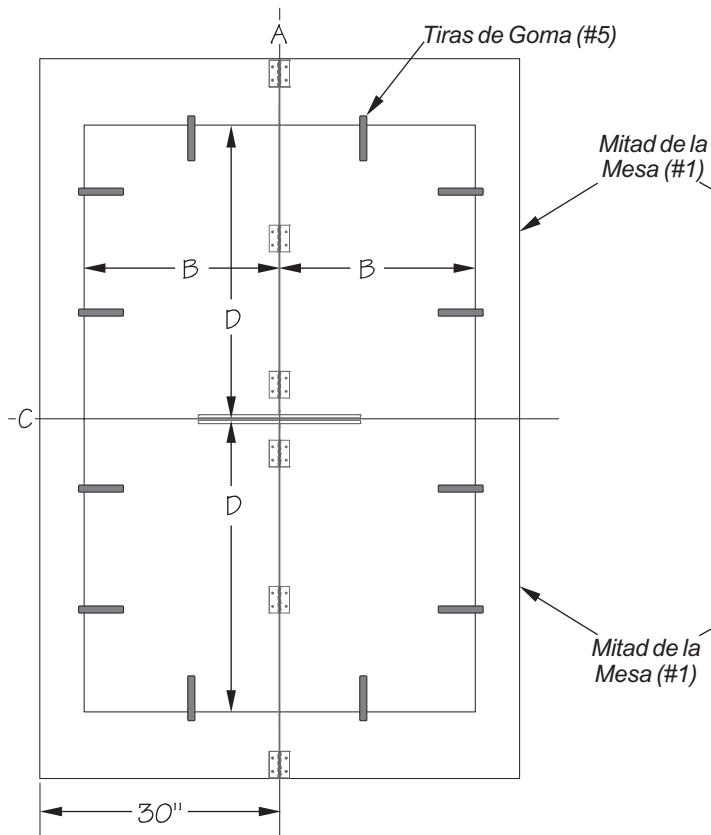

Figura 3
1. Determine la ubicación de las tiras de goma # 5 de la parte inferior de las mitades de los tableros como sigue (Use Figura 3):